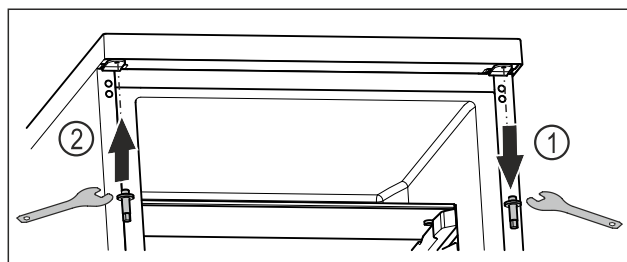

Fig. 22
- ▶ Wykręcić górny sworznię kluczem imbusowym. Fig. 22 (1)
- ▶ Przykręcić sworznię po przeciwnej stronie kluczem imbusowym. Fig. 22 (2)